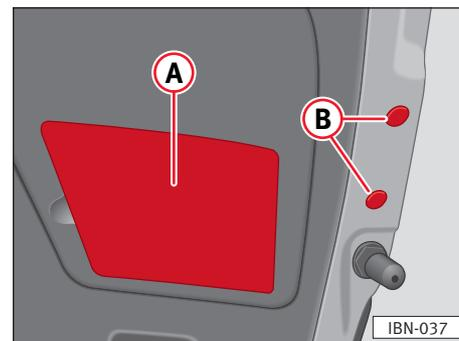

Fig. 160
- Togliere la copertura di plastica ⇒ fig. 160 (A) e i tappi di plastica ⇒ fig. 160 (B) facendo leva attentamente con la parte piana del cacciavite cercando di non graffiare la vernice.
- Collocare i tappi ⇒ fig. 160 (B) e la copertura di plastica ⇒ fig. 160 (A).